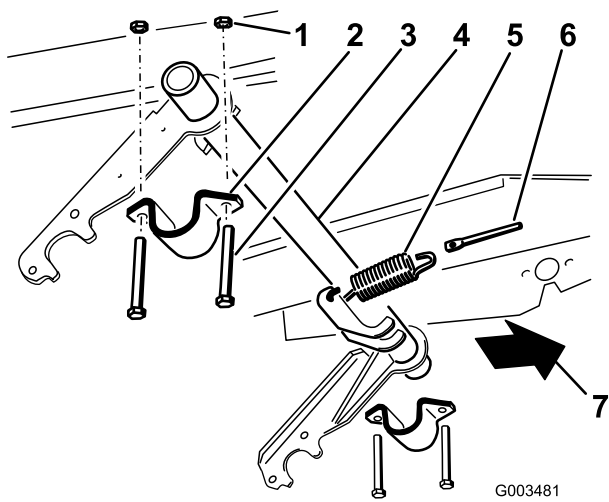

図 5
1. ピボット・チューブについているスプリング・レバーと、スプリング・ロッドとに、エクステンション・スプリング (2本) を取り付ける (図 5)。
2. ピボット・チューブ・ブラケットを右側に仮止めする (図 5)。
3. ピボット・チューブの右側部分を右側ピボット・チューブ・ブラケットにセットする (図 5)。
5. ピボット・チューブの左側部分をフレームの高さまで持ち上げて取り付ける；ピボット・チューブ・ブラケット、ボルト2本 ((3/8 x 3 in) とロックナット ((3/8 インチ)) 2個を使用 (図 5)。